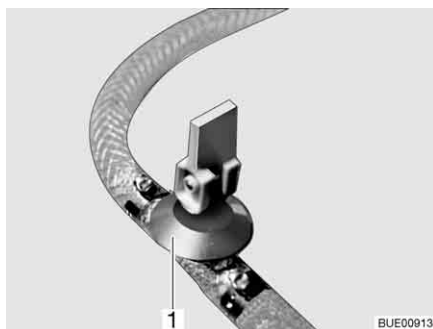

Bild 217 Avtappningskran
- Stäng avtappningskranen/avtappningskranarna. Ställ vipparmen (Bild 217, 1) i vågrätt läge.
- Öppna avtappningskranen/avtappningskranarna (Bild 217). Ställ vipparmen (Bild 217, 1) i lodrätt läge. Varmvattenberedaren töms utåt.